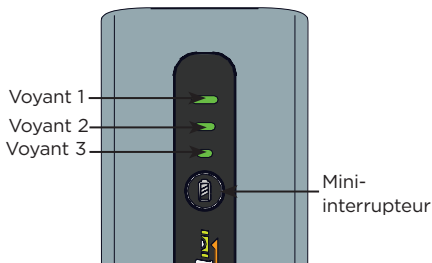

Figure 6
4. Contrôler l'état de l'indicateur de charge de la pile Li-ion. Appuyer sur le mini-interrupteur du boîtier de pile. Noter quels voyants s'allument. Voir la table ci-dessous pour déterminer l'état de puissance de la pile. Les voyants s'éteignent au bout de trois secondes. (Figure 6)